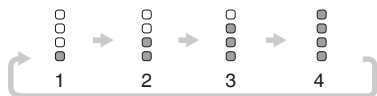

Fig. 18
(1) Sélecteur de mode Haut/Bas (Fig. 18)